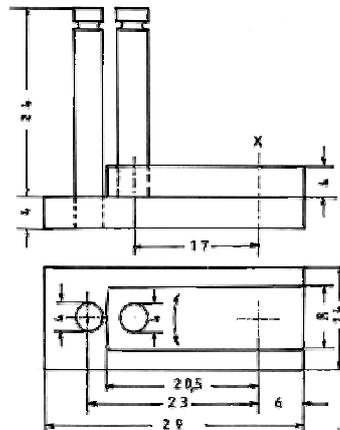

Abb. 8: "Wickelknirps"
7. Ehe man jetzt den Ring zum Wickeln des Restbereichs auf den "Wickelknirps" (Abb. 8) spannt, ist es angebracht, dem Ströppchen eine halbe Stunde Aushärtezeit zu lassen. Außerdem sollte man der kleinen Klebestelle auch nach der vollkommenen Aushärtung nicht mehr zumuten als unbedingt notwendig. Die Zugfestigkeit hängt übrigens hauptsächlich von der Paßgenauigkeit der Schrägflächen ab.